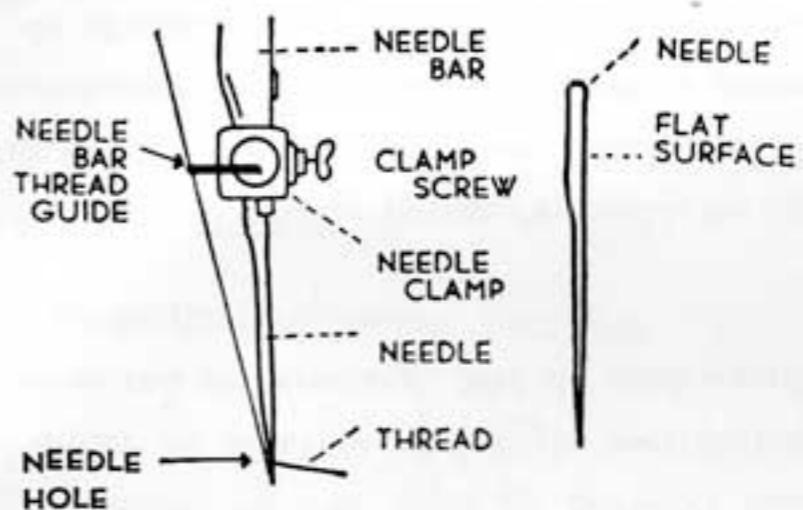

Fig. 14
2. Hold the needle in the left hand with the point down, and insert the needle up into the needle clamp as far as it will go, with its flat surface to the right; then retighten the clamp screw (Fig. 14).
Draai het vlieg wiel naar U toe tot de hoogste stand. Draai naaldklem los. Met de linkerhand de naald (met de punt naar beneden) in de klem steken, zo hoog mogelijk altijd de platte kant van de naald naar rechts (fig. 14).